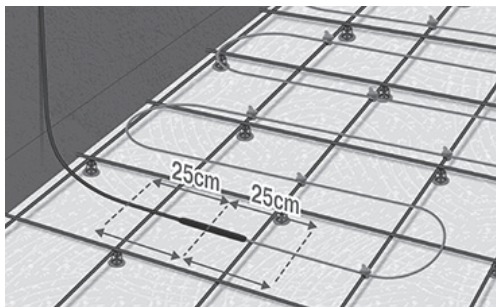

Fig. 3. Kabelen skal være rett på begge sider av skjøten
4. Kabelen bør være rett min. 25 cm på hver side av en skjøt. Tildekningmaterialet må innkapsle skjøtene fullstendig med minst 20 mm på hver side av skjøten (Fig. 3).